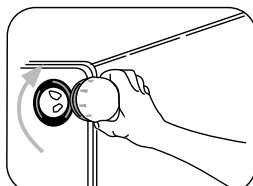

Figura 54.
- Ubique nuevamente el vidrio que cubre la lámpara girando en el sentido de las manecillas del reloj (Ver figura 54).